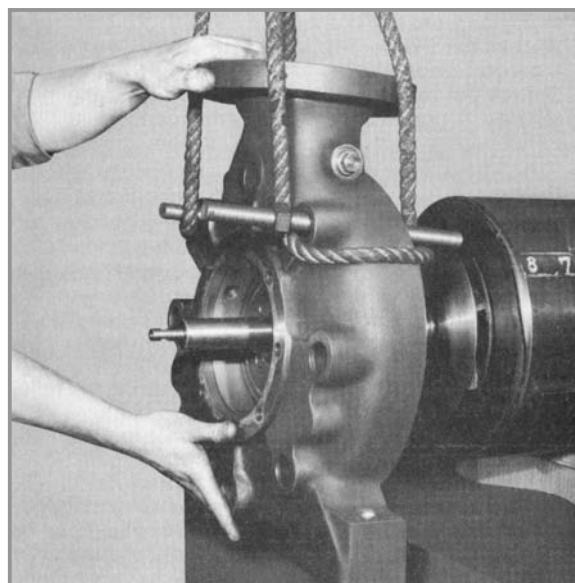

Fig. 84 - Montagem do corpo de recalque (107)
16. Com 2 tirantes e corda ou cabo de aço, levantar o corpo de recalque (107), encaixando-o no último corpo de estágio (vide Fig. 84).